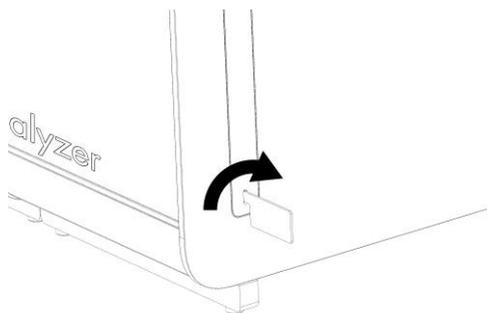

Figura 10. Removendo as coberturas de proteção.
- 1e. Remova as coberturas de proteção da parte lateral do Módulo analítico, que é onde será anexado o Módulo analítico adicional (Figura 10).